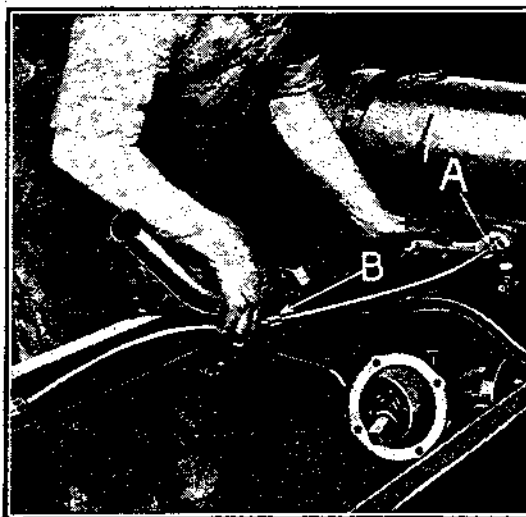

Fig. 77
- c) Attacher la tuyauterie au réservoir en serrant l'écrou de raccord. (Voir A, fig. 77).